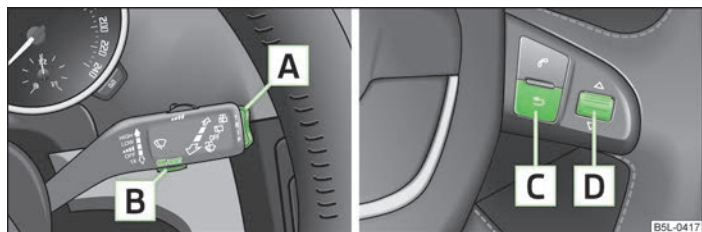

Fig. 7 Pantalla informativa: Elementos de mando en la palanca del limpiaparabrisas/elementos de mando en el volante multifunción
- El Menú principal se activará pulsando la tecla basculante » fig. 7 durante algún tiempo.
- El Menú principal se activará pulsando la tecla » fig. 7 durante algún tiempo.